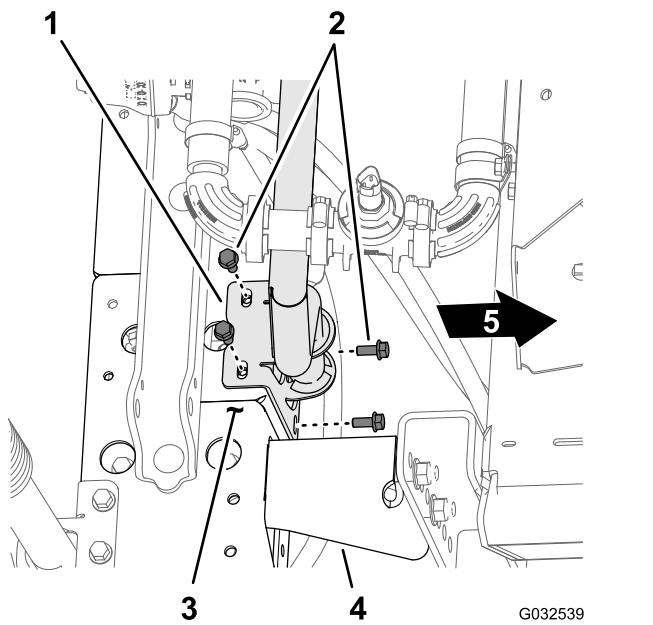
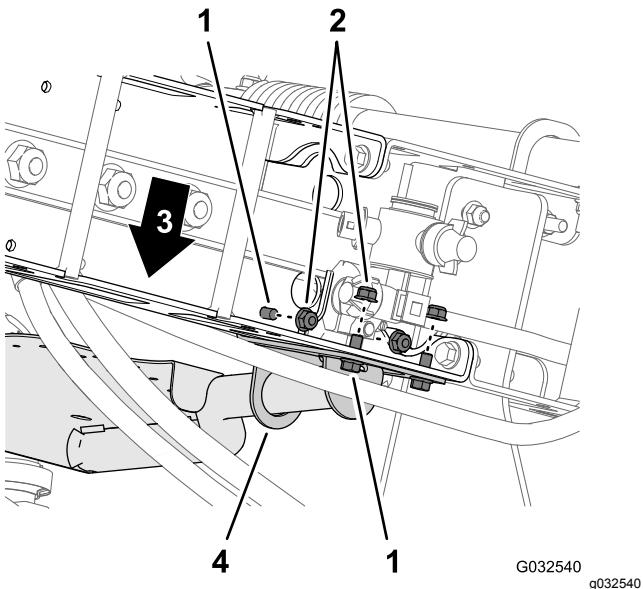

Figura 62
Figura 63
2. Allineate i fori sulla staffa di montaggio del supporto della valvola ai fori sul telaio della trave della sezione della barra centrale (Figura 62).
3. Montate il supporto della valvola sul telaio della trave (Figura 62 e Figura 63) con 4 bulloni (5/16" x 3/4") e 4 dadi di bloccaggio flangiati (5/16").